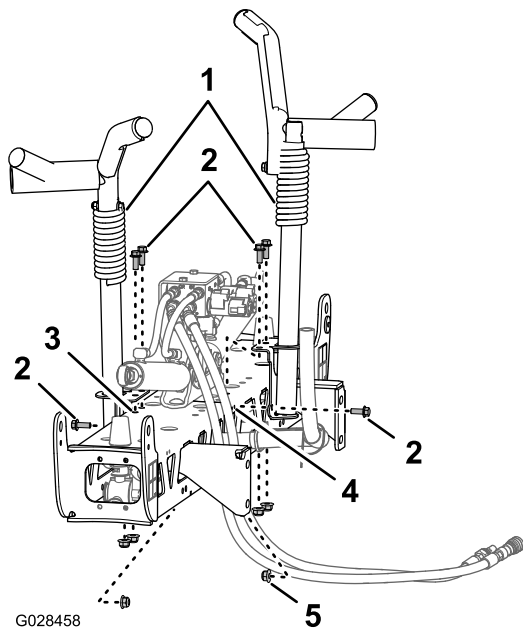
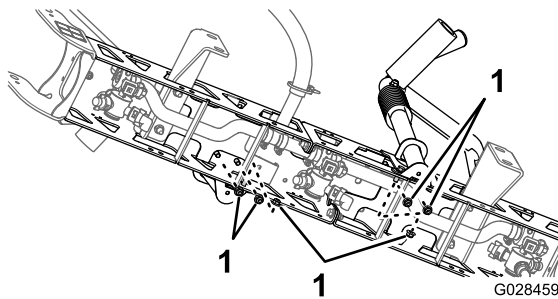

図 37
図 38
2. 移動走行用ブームクレードルをセンターブームに合わせる (図 37)。
クレードルをboomに固定する 図 37 と 図 38。